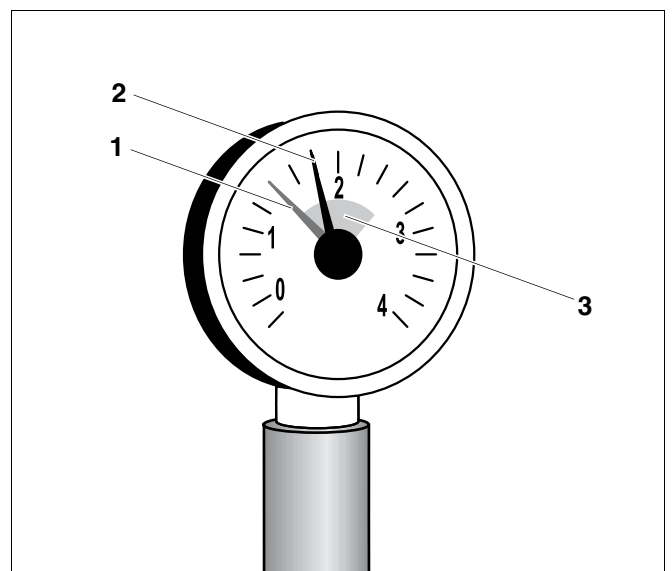

Fig. 33 Manometer for lukkede anlegg
- Innstill den røde viseren (fig. 33, **pos. 1**) på varmeanleggets manometer til det nødvendige minimumstrykket på én bar.